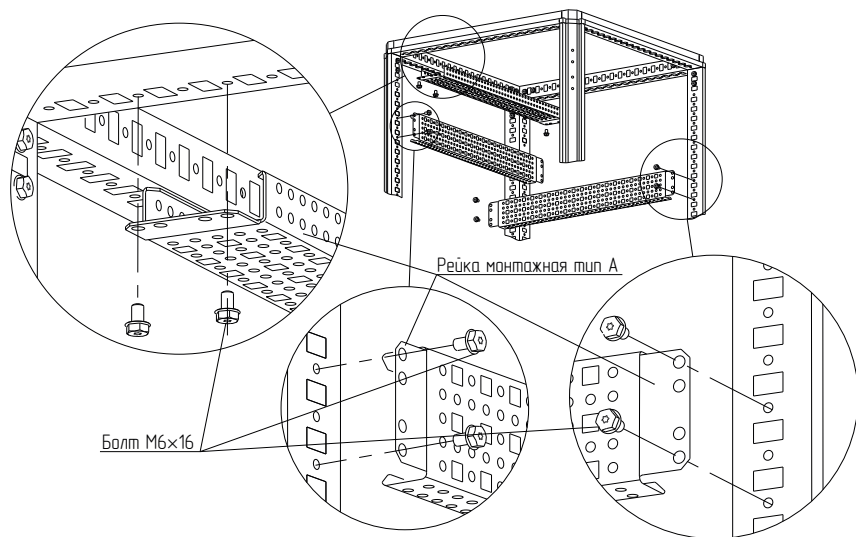

Рисунок 22
4.6.3 Приложить рейку монтажную тип А к стойкам каркаса на нужной высоте или к профилям крыши и закрепить самонарезающими болтами М6х16 (рисунок 22). Момент затяжки – 7 Н·м. Болты приобрести отдельно.